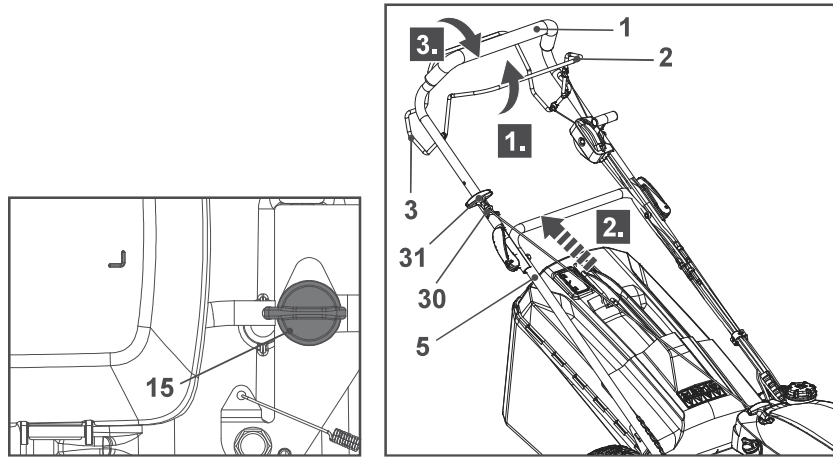

Fig. 23
1. Asegúrese de que la palanca de la válvula de combustible (15) está en la posición ON (Fig. 23).
2. Sitúese detrás de la barra superior del manillar (1).
3. Tire hacia atrás de la palanca de freno (2) y sujétela contra la barra superior del manillar (1) (Fig. 23, paso 1).
4. Apoye la empuñadura de la cuerda de arranque (31) en el gancho (30) situado en el lado derecho de la barra superior del manillar (1).
5. Tire de la empuñadura de la cuerda de arranque (31) despacio hasta que note resistencia y, seguidamente, tire de ella rápidamente. Hágalo repetidamente hasta que el motor arranque (Fig. 23, paso 2).
6. Cuando esté listo para cortar el césped, empuje la palanca de autopropulsión (3) hacia delante y manténgala contra la barra superior del manillar (1) (Fig. 23, paso 3). El producto comienza a moverse hacia delante y comienza la siega.